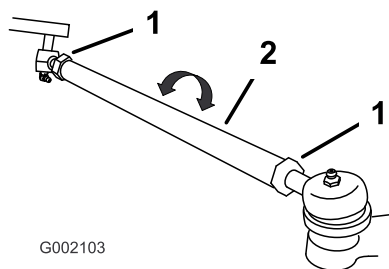

Figura 12
- Se os resultados da medição não estiverem dentro dos valores estabelecidos (consulte as dimensões e os parâmetros no início deste procedimento), desaperte as porcas em ambas as extremidades das barras (Figura 12).